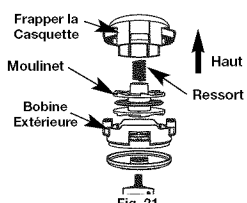

Fig. 21
- Retirez le couvercle soit en le faisant sauter, soit en le dégageant petit à petit, puis retirez la bobine (Fig. 21)
- Replacez la bobine dans le couvercle de la bobine extérieure (Fig. 21).